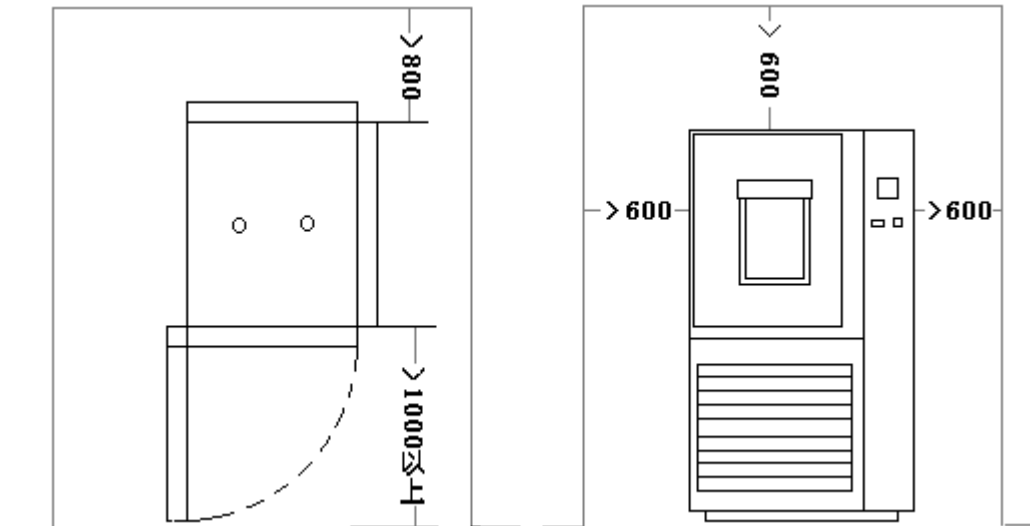

图 1
3.1、与相邻的墙壁或器物之间的距离，应当有图 1 所示的空间。